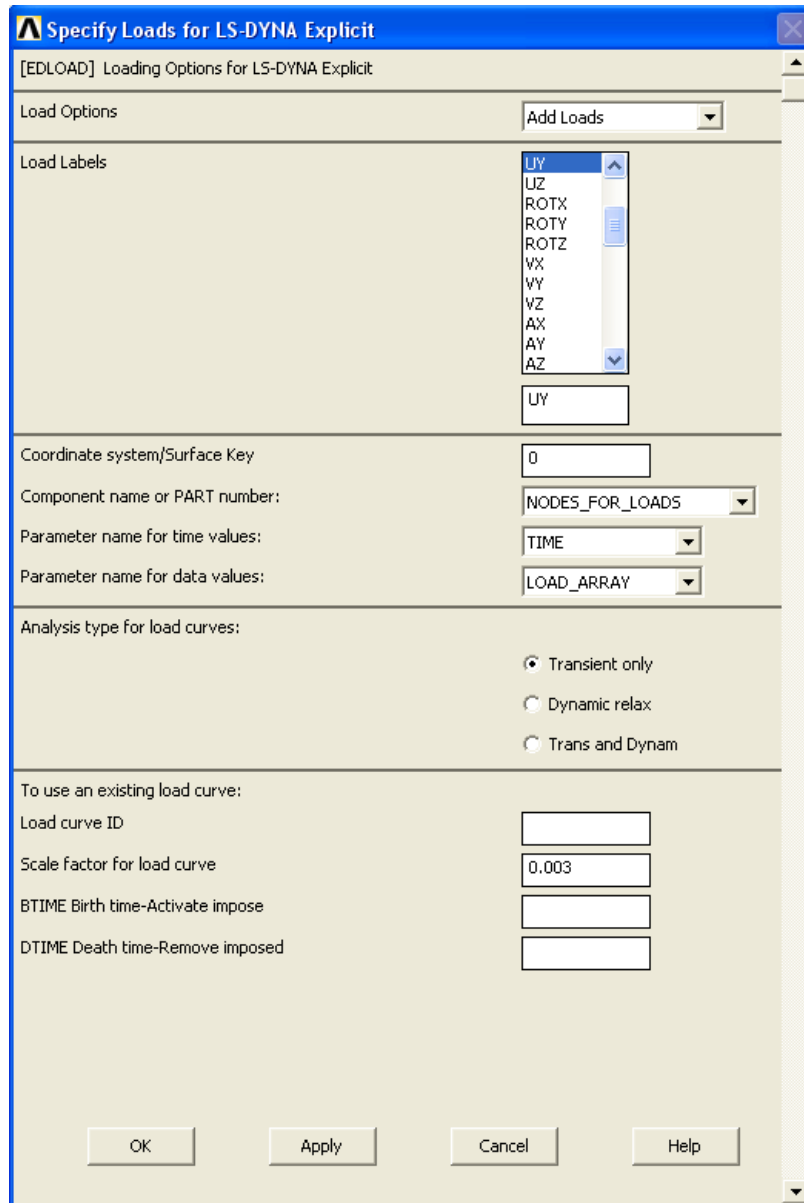

Рисунок 39. Окно *Specify Loads for LS_DYNA Explicit*
При использовании данного пункта меню появляется окно **Specify Loads for LS_DYNA Explicit** (Рисунок 39). Далее выполняем следующие действия:
- В раскрывающемся списке *Component name or PART number* выбираем «составную часть», к которой будут приложены динамические нагрузки *NODES_FOR_LOADS* (Рисунок 39).